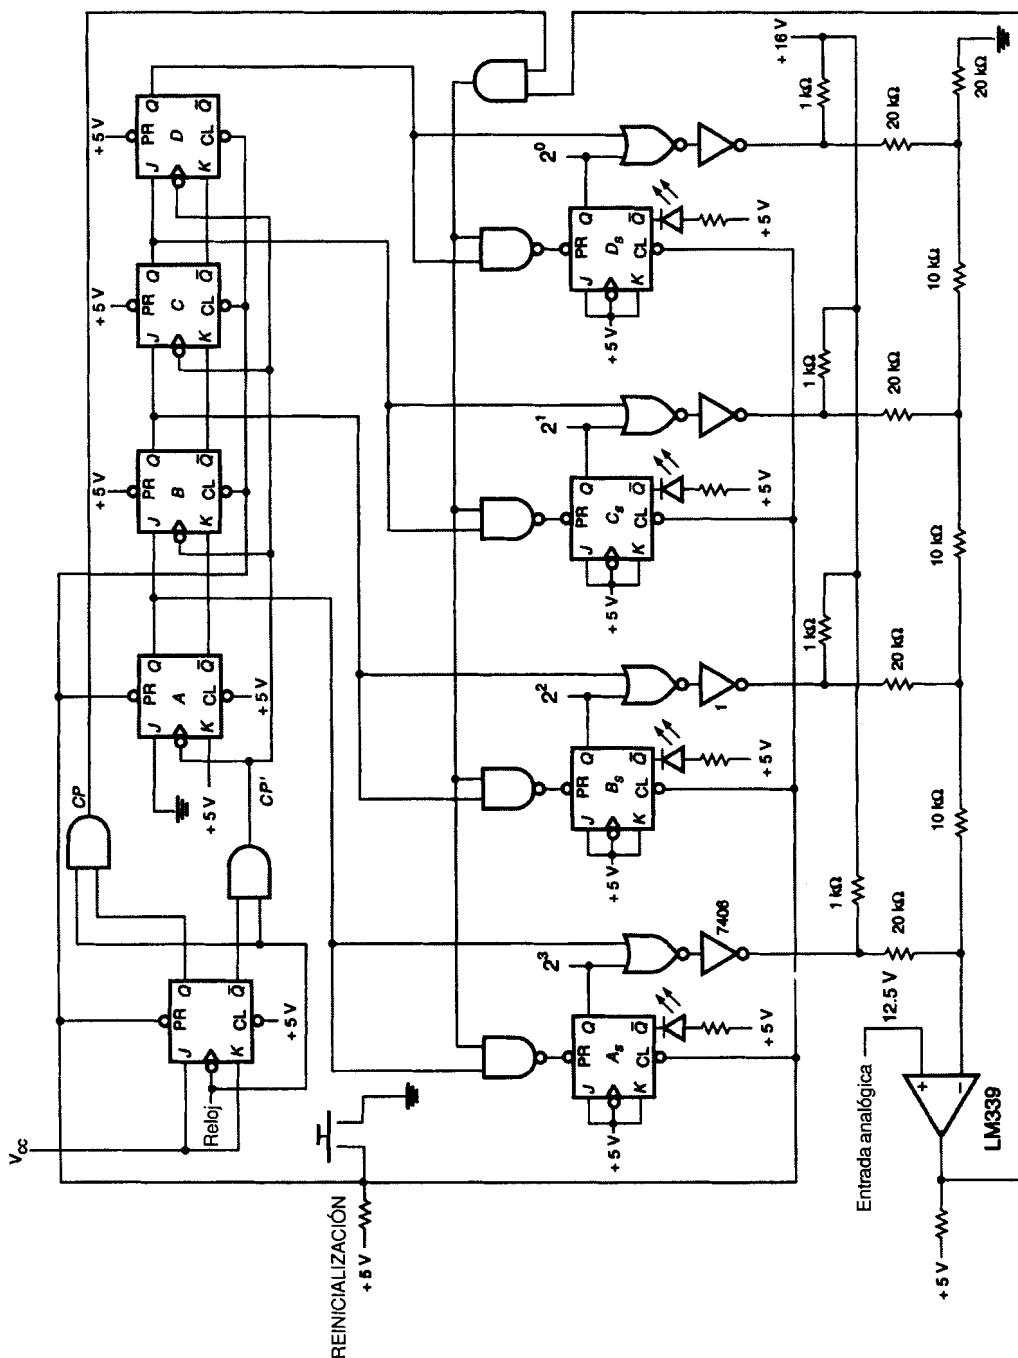

FIGURA 13-15 Convertidor A/D de aproximaciones sucesivas
La figura 13-15 muestra un convertidor A/D de aproximaciones sucesivas que hace uso de un generador de reloj sin traslapamiento CP y CP' , un registro de corrimiento y registros de almacenamiento. Cuando se oprime el botón de REINICIALIZACIÓN, el generador de reloj y el flip-flop A son preinicializados a 1, mientras que los demás flip-flops son reinicializados a 0. El convertidor A/D permanecerá en esta configuración hasta que se deje de oprimir el botón de REINICIALIZACIÓN, lo cual pone en funcionamiento el generador de reloj y el flip-flop. Una vez que el reloj comienza a funcionar, Q_A es preinicializado a 1, lo cual pone un 1 en el bit 2^3 o más significativo del convertidor D/A. El contenido del comparador se envía a una compuerta AND, la cual está controlada por el reloj CP del generador de reloj sin traslapamiento. Cuando éste va al nivel ALTO, el contenido del comparador pasa por la compuerta AND y llega a la compuerta NAND del flip-flop de almacenamiento A_s . Si la salida del comparador es 1, el flip-flop es inicializado; si es 0, el flip-flop no es inicializado. A continuación llega el pulso de reloj CP' el cual produce un desplazamiento de una posición en el registro de corrimiento formado por los flip-flops A , B , C y D . Esto hace que Q_B sea 1 y el ciclo se repite. Una vez que el 1 que fue generado en Q_A por el pulso de REINICIALIZACIÓN haya salido del registro de corrimiento formado por los flip-flops A , B , C y D , en las salidas 2^0 a 2^3 estará presente el número binario correcto.
Nótese que sólo se necesitaron cuatro pulsos del reloj CP' para obtener el número binario correcto. La figura 13-16 muestra las formas de onda para el convertidor A/D de la figura 13-15.
10. Repita el problema anterior con el convertidor A/D de la figura 13-15. [5]